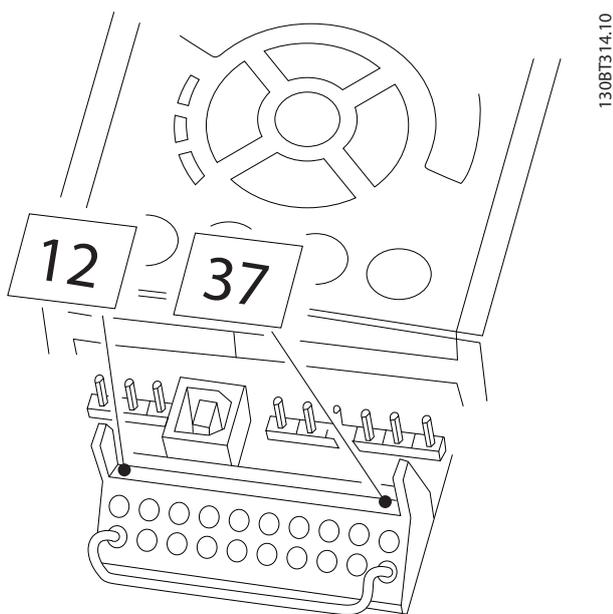

Ilustración 2.1 Puente (conexión) entre el terminal 37 y la entrada de 24 V CC
1. Retire el puente (conexión) entre el terminal 37 y la entrada de 24 V CC. No basta con cortar o romper la conexión en puente. Elimínela completamente para evitar un cortocircuito. Consulte el puente en *Ilustración 2.1*.